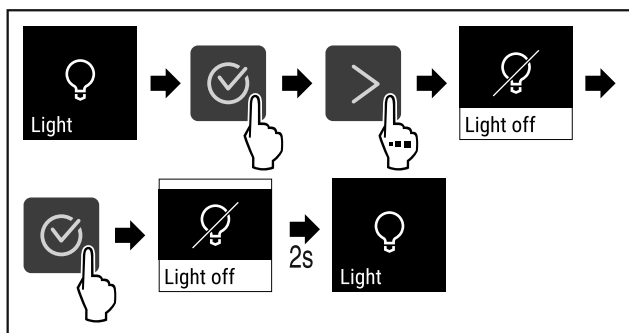

Fig. 85
- ▶ Wykonać czynności (patrz Fig. 85) .